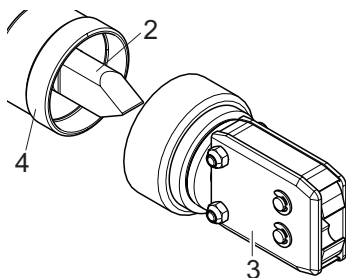
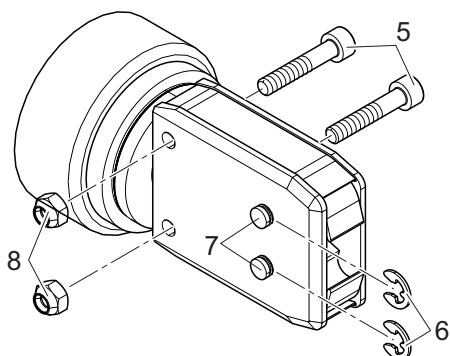
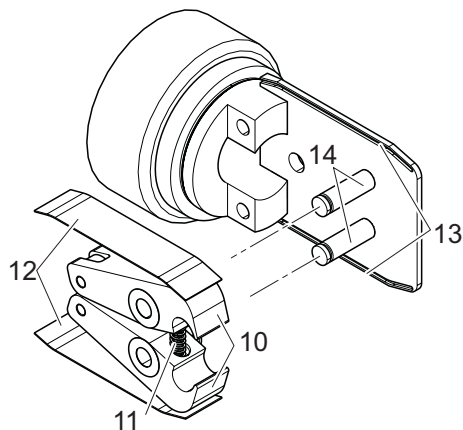

Fig. 26: Retirada del cabezal de la tenaza
Fig. 27: Desmontaje del cabezal de la tenaza
Fig. 29: Montaje de las mordazas de las tenazas
3. Retire el cabezal de la tenaza (Fig. 26/3) de las tenazas de contracción (Fig. 26/4). El émbolo (Fig. 26/2) se queda en la tenaza de contracción (Fig. 26/4).
4. Retire las dos arandelas de seguridad (Fig. 27/6) del cabezal de la tenaza (Fig. 26/3). No empuje los pasadores (Fig. 27/7) hacia atrás.
5. Desenrosque las dos tuercas hexagonales (Fig. 27/8) de los tornillos hexagonales (Fig. 27/5).
7. Retire el muelle de compresión (Fig. 29/11), la placa de cubierta (Fig. 29/12) y las mordazas (Fig. 29/10).
8. Lubrique las mordazas de recambio (Fig. 29/10) y el muelle de compresión (Fig. 29/11) del kit de recambio de mordazas, así como los pasadores (Fig. 29/14) con lubricante especial RENOLIT LX 2 e inserte las nuevas mordazas y el muelle.
9. Vuelva a montar las piezas en orden inverso, utilizando nuevas arandelas de seguridad (Fig. 27/6).
10. Compruebe que las mordazas de las tenazas se mueven correctamente (Fig. 29/10).
- El émbolo (Fig. 26/2) debe quedar entre las dos mordazas (Fig. 29/10).